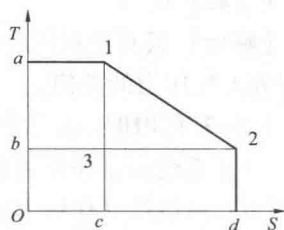

图 1.1-1
1.1-3 (2006) 如图 1.1-1 所示为一热力循环 1-2-3-1 的 T - S 图, 该循环的热效率可表示为 ()。
- (A) $1 - \frac{2b}{a+b}$